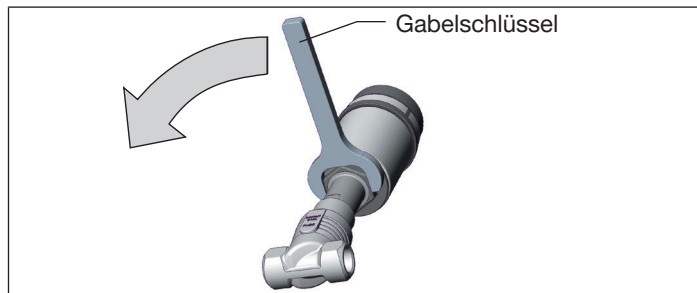

Bild 7: Drehen mit Gabelschlüssel
- ▶ Den Antrieb **nur im vorgegebenen Richtungssinn** drehen (siehe „Bild 7“)!